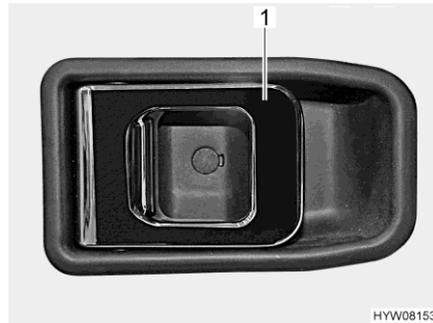

Fig. 39 Serratura della porta (porta conducente/porta del vano abitabile, lato interno)
- Apertura:* ■ Tirare la maniglia (Fig. 39,1). La serratura della porta si sblocca o apre.
- Bloccaggio:* ■ Premere la maniglia (Fig. 39,1). La serratura della porta si blocca.